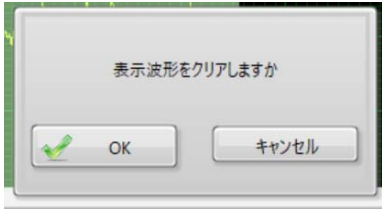

図 3.9 データの消去
印刷終了後、「⑩ クリア」を押すと、画面上に図 3.9 に示す「表示波形をクリアしますか」が表示されるので、「OK」を選択して押すと全てのデータは消去する。